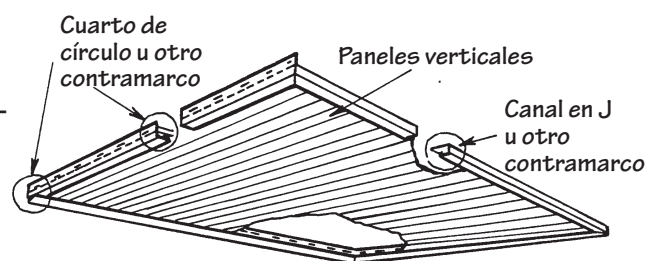

Figura 72.
1. Comience instalando los canales receptores en los cuatro lados del porche (Figura 72). Si se usan canales en F, clávelos en paredes existentes. Si se usan canales en J, se tendrá que instalar una base de clavado.